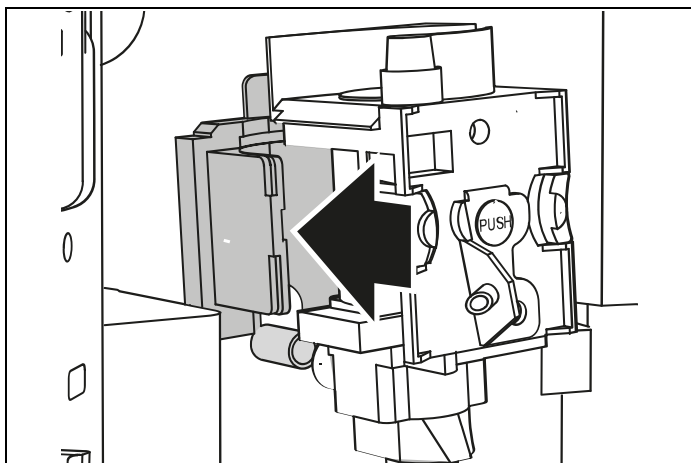

Fig. 49
- 2) Efter rengöring, sätt tillbaka infunderaren (**A5**) genom att föra på den på det interna stödet och stiftet vid botten, och tryck sedan in TRYCK-symbolen helt tills den klickar på plats (Fig. 49 ).